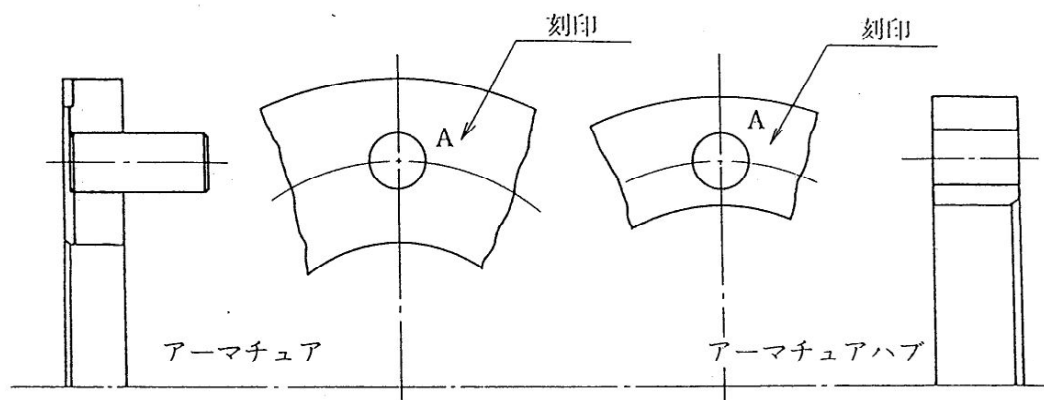

図 3
- ③ アーマチュアとロータの軸方向の位置決め即ち取り付け時空隙 g を保持するために使用されるカラーは非磁性材料（ステンレス、黄銅、青銅など）にて製作願います。また、このカラーの外径はアーマチュアの内径より小さくする必要があります。
- ④ アーマチュアとアーマチュアハブは組み立て状態で納入されておりますが、万一分解された時アーマチュアに立ててあるガイドピンとアーマチュアハブのピン穴とをはめ合わせる時、図3の合マークの位置ではめ合わせて組み付けてください。